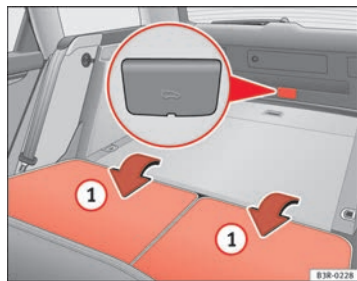

Abb. 75 Ausschnitt Fond- und Gepäckraum: Zugang zur Notentriegelung
- Klappen Sie beide Rücksitzlehnen um **1** ⇒ Abb. 75.